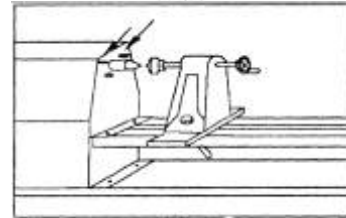

Рис. 2
3. Ослабьте 4 болта под шестигранный ключ вокруг вращающегося центра (рис. 2).